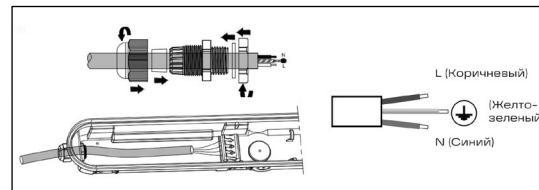

Рис. 4
5.10 Вставьте кабель в кабельный ввод и подключите к клеммному блоку (рис. 4).